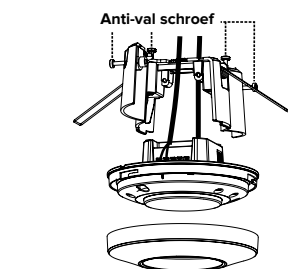

FIG. 9
3. Sluit de bedrading op de sensor aan en schroef daarna de behuizing met klemveren, middels de twee anti-val schroeven, op de sensorbehuizing (FIG. 9).